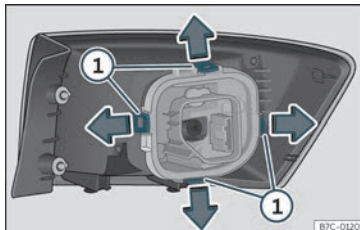

Fig. 49 Linguetas de fixación na parte posterior da unidade de luz traseira.
- Desmante o portalámpadas desbloqueando as linguetas de fixación >>> fig. 49 ①.